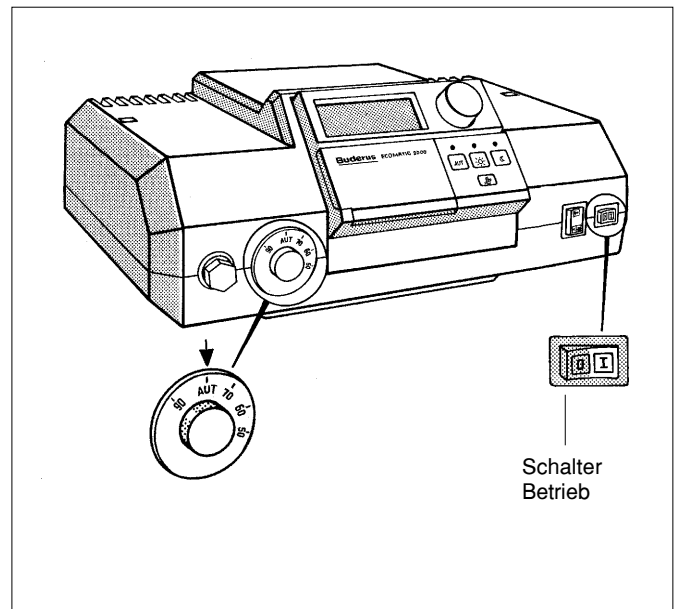

Abb. 2
- Schalter Betrieb (Abb. 2) in Stellung "0" schalten.
- Schalter Betrieb (Abb. 2) in Stellung 1 schalten.
- Kesselwassertemperatur (Abb.2) auf AUT bzw. auf 80°C einstellen. Bei Konstantregelung auf die gewünschte Temperatur (min. 50°C) einstellen.